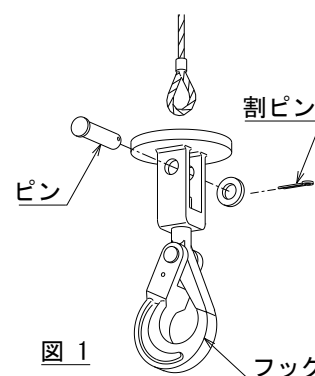

図 1
割ピンを手持ちのプライヤーなどで取りはずし、ピンを抜き、ワイヤロープをはずす。(図1)
- 1) 新しいワイヤロープをフックに付いている円板の長穴に通す。(図 1)